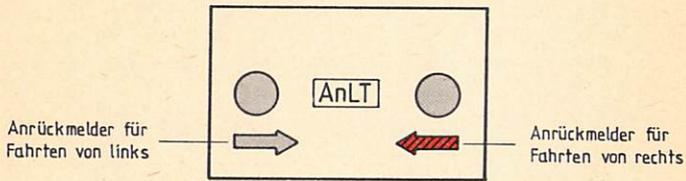

Bild 13
- (9) In Sonderfällen können Anrückmelder vorhanden sein. Mit Befahren der Zugeinwirkungsstelle blinkt der Anrückmelder der entsprechenden Richtung rot (vgl. Bild 13) und ein langsam schlagender Wecker ertönt etwa 6 Sekunden lang. Der Anrückmelder erlischt mit dem Einschalten der BÜ-Sicherungseinrichtung oder wenn das den BÜ schützende Signal auf Fahrt gestellt wird. Die Anrückmeldung kann durch Bedienen der Anrückmeldelösch-taste für die jeweilige Fahrtrichtung gelöscht werden, wenn sie nicht selbsttätig erlischt.